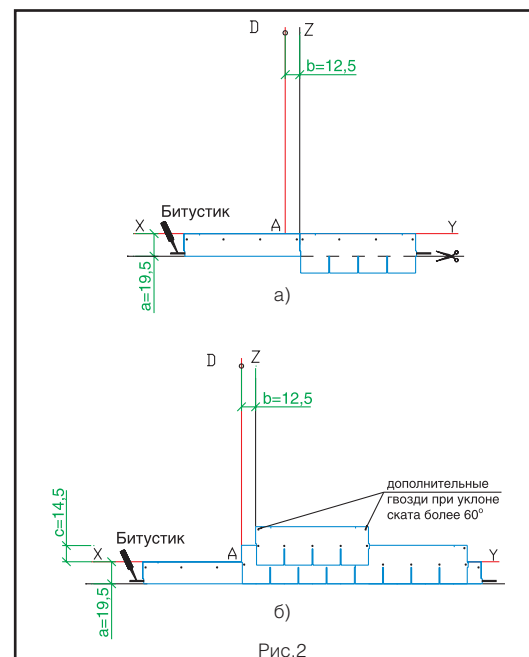

Рис.2
Укладка материала (рис. 2)
- Начальный ряд формируется из листов черепицы КЛАССИК, обрезанных по линии, образованной конечными точками вырезов. Полученные таким образом полосы шириной 19,5 см укладываются по линии карниза в обе стороны от линии Z (рис. 2а) и фиксируются по нижнему краю битумной мастикой "Битустик", а по верхней кромке 4 гвоздями (ось гвоздей на 5 см ниже верхнего края полосы). На гидроизоляционную мембрану "Сейфити" начальный ряд может быть наплавлен при помощи теплового строительного фена.
- Далее первый ряд черепицы укладывается от линии AD (рис. 2б).
- Второй ряд укладывается от линии Z (со смещением 12,5 см от AD) (рис. 2б).
Каждый лист гибкой черепицы КЛАССИК крепится 5 гвоздями (ось гвоздей на линии битумных клеевых полос) таким образом, чтобы гвоздь прошивал и верхний край нижележащего листа черепицы (рис. 2б).